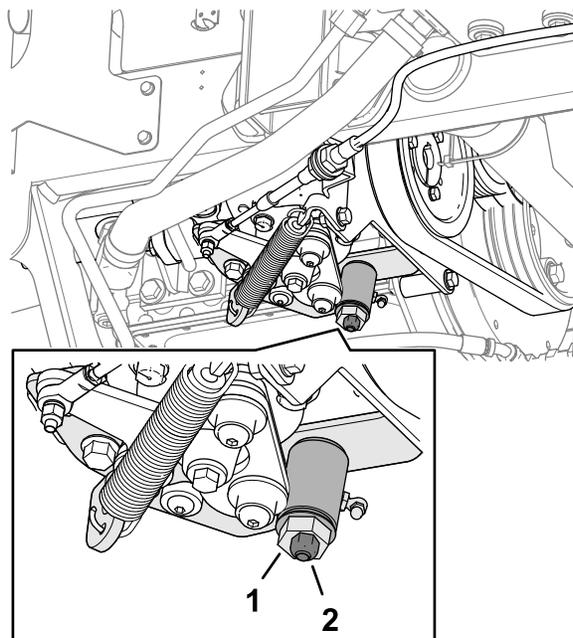

図 76
3. トラクション調整カムのロックナットをゆるめる (図 76)。